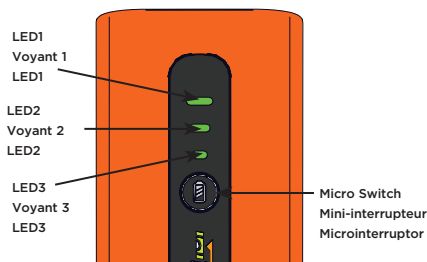

Figure 1 / Figure 1 / Figura 1
4. Press the micro switch on the battery to check its fuel status. See figure 1.
- Appuyez sur le micro-interrupteur de la pile pour vérifier son niveau d'énergie. Voir figure 1.